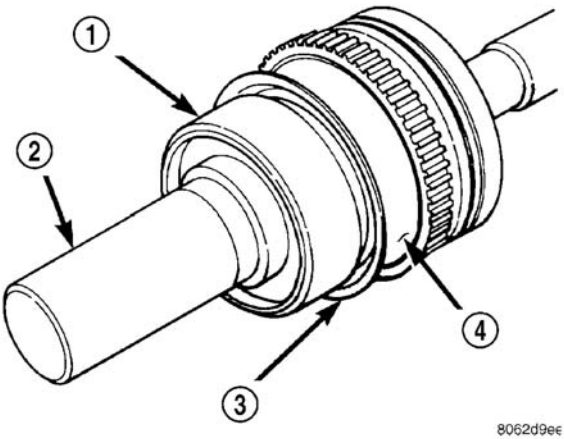

图 36 安装轴承护圈的专用工具
- (1) 用手在外等速万向节上安装轴承护圈，使其在等速万向节上垂直入位。
- (2) 将安装器（专用工具 C-4698-2）和把手（专用工具 C-4698-1）置于轴承护圈的表面（图 36）。